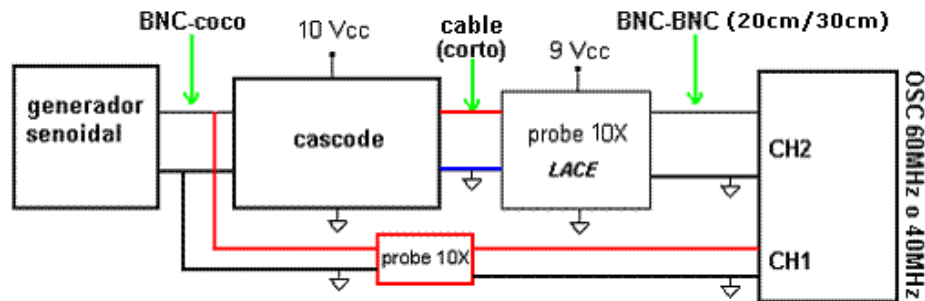

Figura 5
- Armar el banco de medición como se indica en la figura 5 y barrer en frecuencia, **desde 100kHz a 10 MHz** para obtener la frecuencia de corte superior (la punta activa posee una frecuencia de corte inferior en los alrededores de 500Hz).